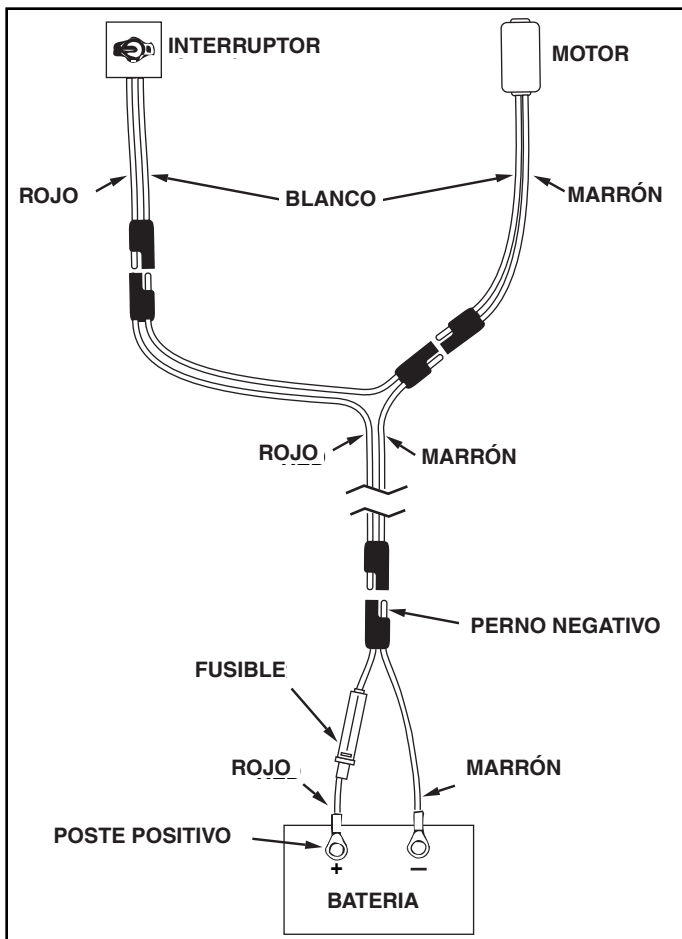

FIGURA 10
18. Conecte el arnés de cables cortos (en el que se encuentra el fusible) a la batería del tractor, usando el cable rojo para conectar al poste positivo de la batería y el cable marrón para conectar al poste negativo. El arnés de cables cortos puede dejarse conectado permanentemente a la batería. Vea la figura 10.
19. Conecte el arnés de cables largos al esparcidor, usando el cable rojo para conectar al interruptor y el cable marrón y el cable blanco para conectar al motor del esparcidor. Examine la figura 10.
22. Mueva la palanca del mecanismo de control de flujo a la posición "ON". Mueva el interruptor "ON-OFF" a la posición ON – encendido – y verifique que el motor gira en la dirección de las manecillas del reloj. Si este no es el caso, consulte el diagrama de cableado en la figura 10 y vuelva a verificar las conexiones.